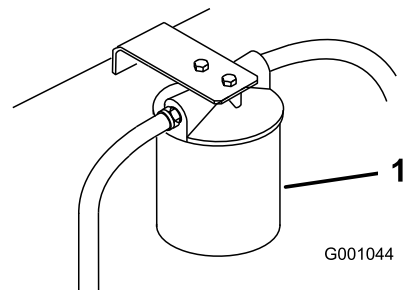

Figure 77
4. Placez un bac de vidange sous le filtre, déposez le filtre usagé et essuyez la surface du joint de l'adaptateur (Figure 77).